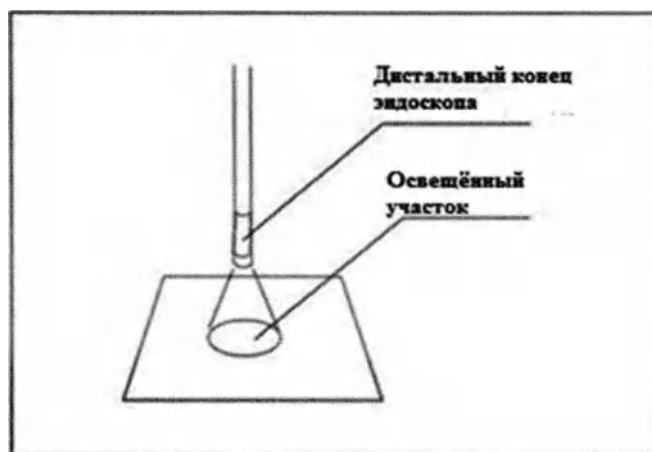

Рис. 3.8 Осмотр дистального конца.
2. Убедитесь, что свет исследования исходит от индикатора ЖК-дисплея на дистальном конце эндоскопа (рис. 3.8).